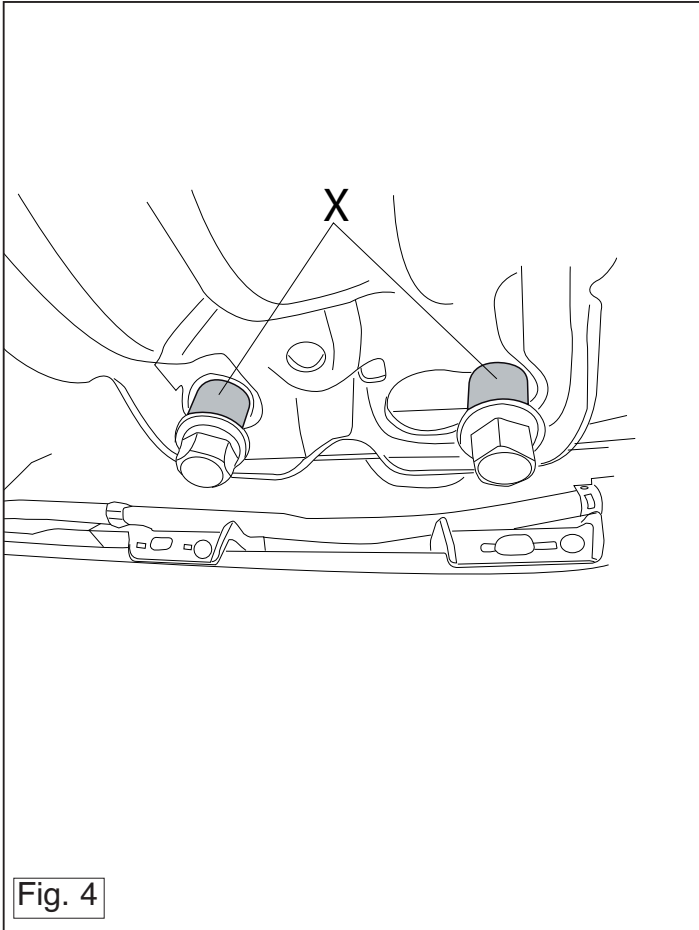

Fig. 4
12. Montare la ruota di scorta. (Vedere Fig. 4).
12. Montować koło zapasowe. (rys.4).